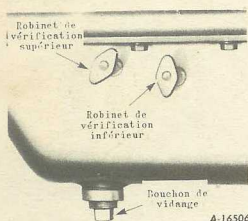

Figure 20C - Vidange du carter moteur.
Retirez le bouchon (17) et laissez s'écouler toute l'huile du carter. Faites cette opération quand le moteur est chaud. Refaites le plein avec de l'huile neuve jusqu'au niveau du robinet supérieur (4). Le carter inférieur a une capacité de 4,75 litres. Voir figure 20C. Reportez-vous à la page 23 pour les caractéristiques des huiles à employer.